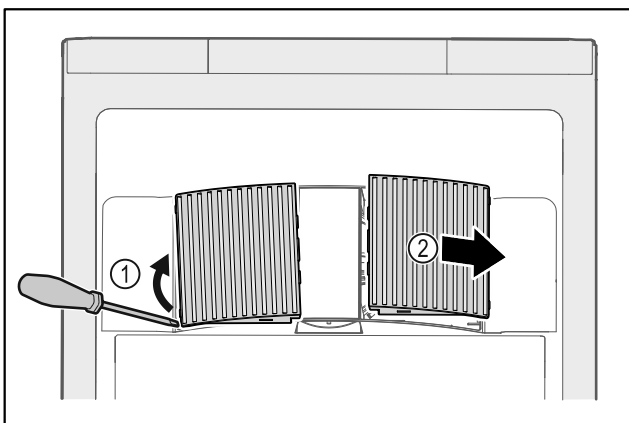

Fig. 199
- ▶ Внимателно повдигнете капаците на вентилаторите от страни Fig. 199 (1) и ги свалете напред Fig. 199 (2).